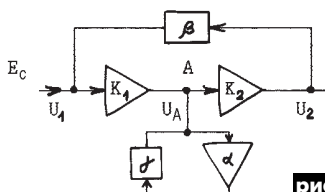

рис. 18
Решается эта задача просто. Проведем следующее преобразование схемы рис.12,б: цепь ООС β представим в виде двух последовательно соединенных звеньев β и K_1 , а входом всего устройства сделаем вход второго из них (рис.18). В полученной схеме каскад K_1 должен обладать хорошими буферными свойствами, тогда изменения условий на входе устройства не будут влиять на стабильность работы петли ЕПОС, для поддержания которой останется только обеспечить стабильность выходного сопротивления каскада K_1 и входного K_2 , не говоря уже о необходимости хорошей стабилизации режима самой петли ЕПОС – каскадов α и γ .
С другой стороны, если допустить, что в рассматриваемых схемах ПУ в петле общей ОС действительно сильно возрастает под действием ПОС при близких к единичным значениях $\alpha \gamma$, то становится невозможно понять, как сохраняется устойчивость схем. В самом деле, это заблуждение основано на том, что, например, следующее из (30)–(33) выражение для внешнего коэффициента передачи устройства рис.18 $K_F = U_2 / E_c$
Итак, в схеме рис.12,б, как и в схеме рис.10,а или в известной схеме рис.16, бесконечно больших коэффициентов передачи при единичном ПУ в петле ПОС не бывает. Так как схема рис.18 является небольшим видоизменением схемы рис.12,б, то нет оснований говорить о подобных явлениях. В ней совершенно аналогично полная компенсация внешнего сигнала E_c происходит
Рассмотрим количественно, какой уровень НИ и аддитивных помех имеет устройство рис.18. Из формулы (34) видно при сравнении с (27), что уровень его НИ такой же, как и устройства рис.12,б, причем введение ЕПОС одинаково снижает нелинейность как предыдущего каскада K_1 , так и последующего K_2 . Это согласуется с рассмотренным свойством одиночной ООС в равной степени снижать НИ всех каскадов канала усиления.
Поэтому, применяя схему рис.18, следует помнить, что у каскада K_1 ЕПОС снижает **только НИ и неравномерность АЧХ и ФЧХ** – величин, непосредственно задаваемых видом передаточной функции $K_1(\omega)$. В отношении же аддитивных помех – наводок на цепи K_1 , флюктуационных шумов, возникающих в элементах этого каскада, пульсаций питающего напряжения – следует применять те же меры по их снижению, что и для входных каскадов обычных усилителей. Несмотря на это, использовать схему рис.18 все же предпочтительней, чем рис.12,б, а по уровню НИ обе схемы, как следует из сравнения (35) с (26), равноценны.
Итак, ЕПОС действует в том же направлении, что и ООС [3], усиливая влияние последней на параметры устройства и доводя их до крайних значений. Иллюстрацией этому служит поведение входного и выходного сопротивлений устройства (рис.18 и 19). Так, если ООС по входу параллельного типа, то входное сопротивление